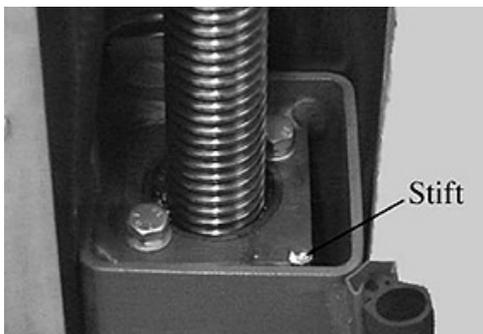
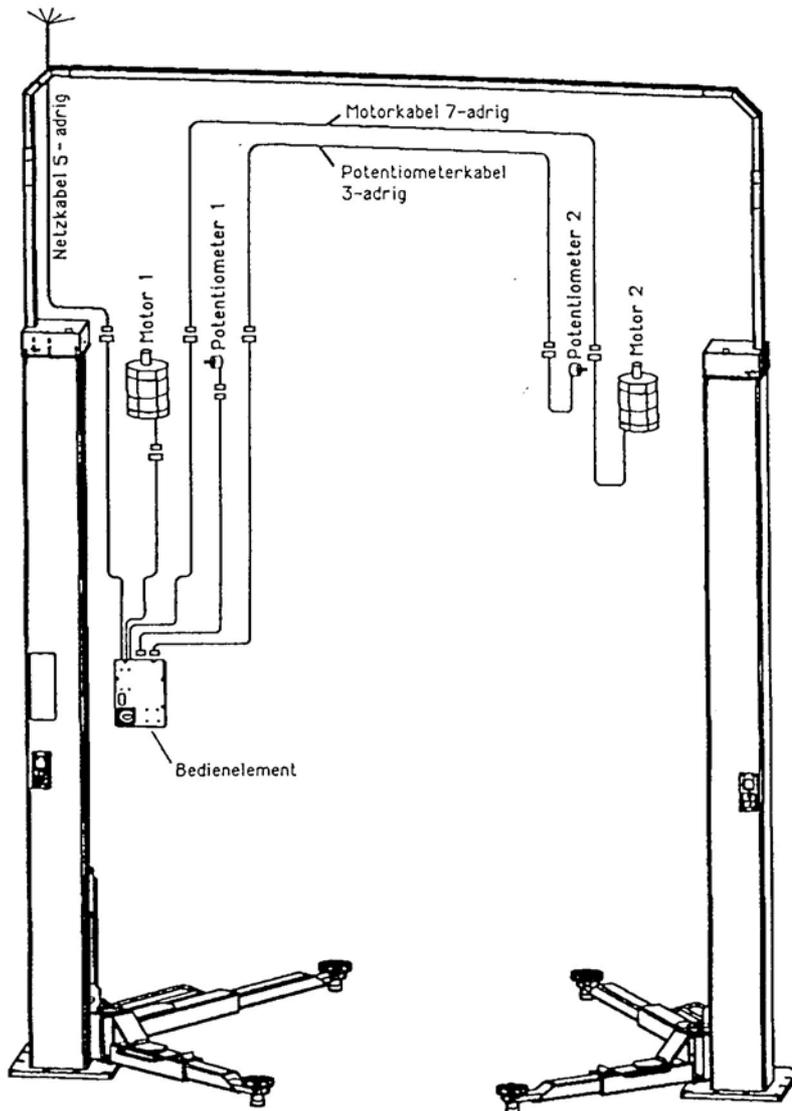
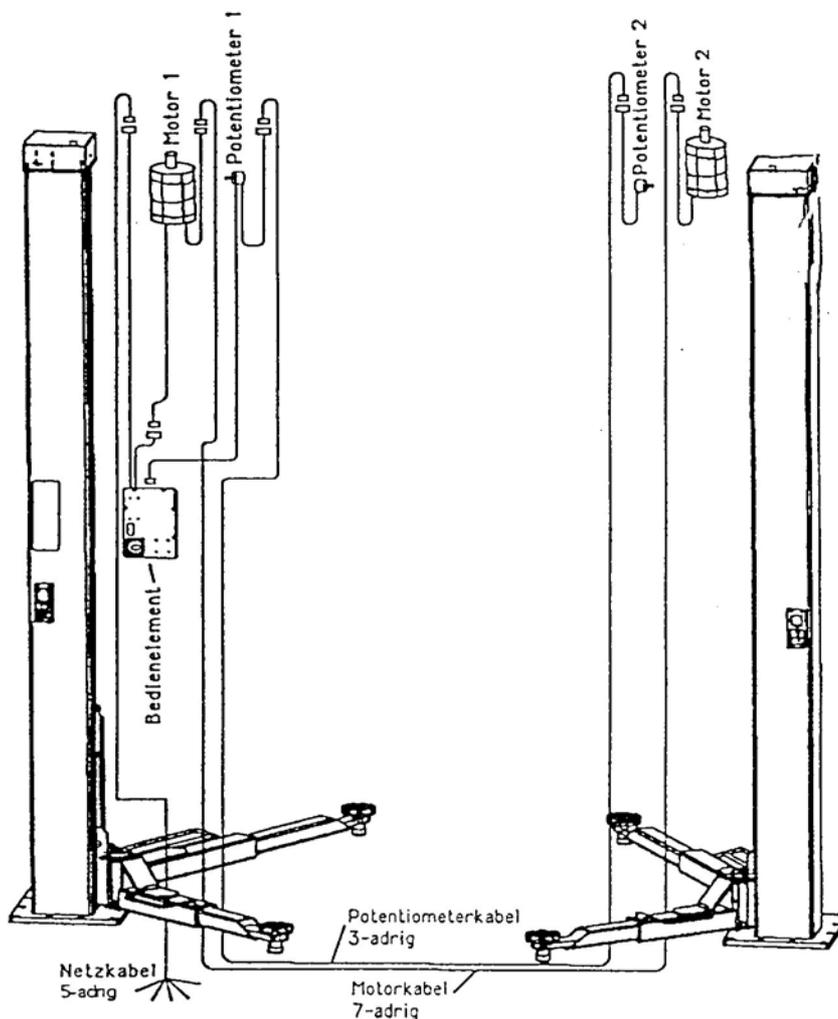

Bild 11: Tragmutterstift
Bild 16: Kabelverlauf mit Verwendung von Steig- und Querrohr
Bild 17: Kabelverlauf ohne Verwendung von Steig- und Querrohr
- Optische Verschleißmessung: Zur Überprüfung der Tragmutter wird zunächst die Abdeckung von der Hubspindel (Bild 3, Pos.b) entfernt. In der Tragplatte ist ein Tragmutter-Verschleißmessstift eingebaut (siehe Bild 16). Dieser muss mit der Oberkante der Tragplatte (im Hubschlitten oben) bündig sein (siehe Bild 11 Einbau-Zustand). Schaut der Stift 2 mm nach oben heraus (siehe Bild 17 Austausch-Zustand), so muss die Tragmutter zusammen mit der Folgemutter ausgetauscht werden.
- Kabel gemäß der Zeichnung (Bild 16) in dem Steig- und Querrohr der Hebebühne verlegen und die passenden Stecker zusammenfügen:
- Die Kabel sind gemäß der Zeichnung (Bild 17) zu verbinden.